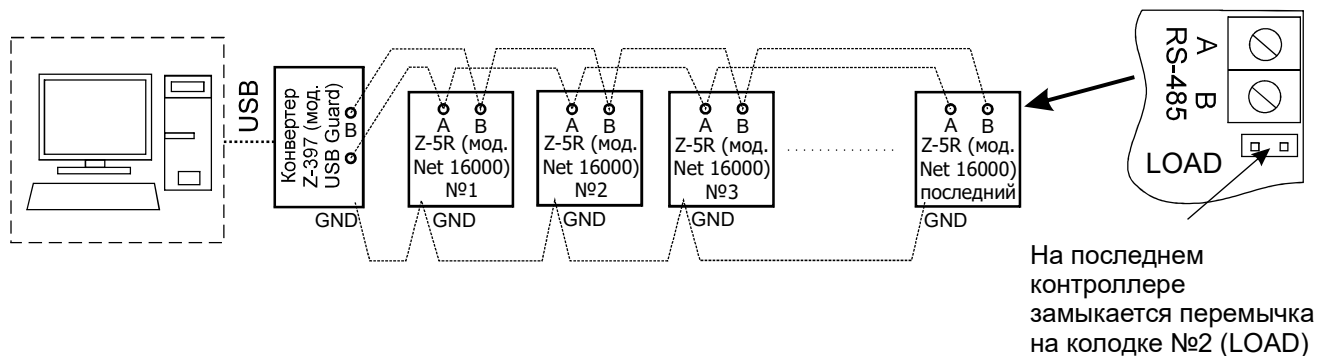

Рис.5 Вариант подключения контроллеров к ПК при работе в сетевом режиме
- Б.** Вход - по картам стандарта EM-MagIne, выход - с помощью кнопки открывания замка (см. рис.5):